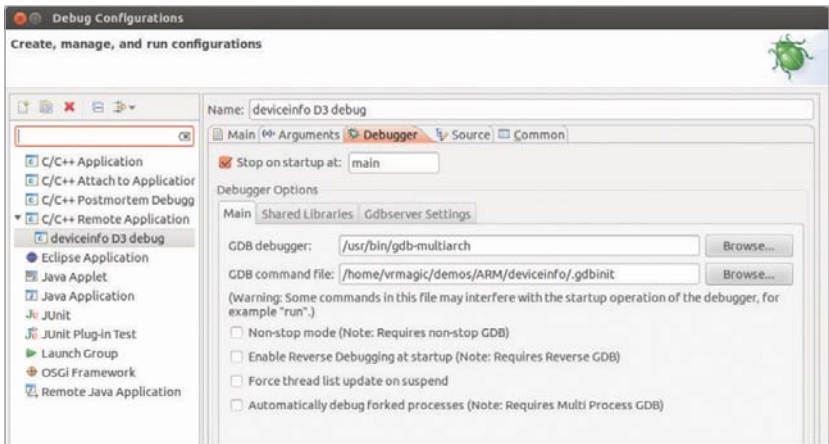

図29: デバッグコンフィギュレーション – Debuggerタブ
5. **Debugger**タブ(→83ページの図29)を有効にして以下の設定をします: